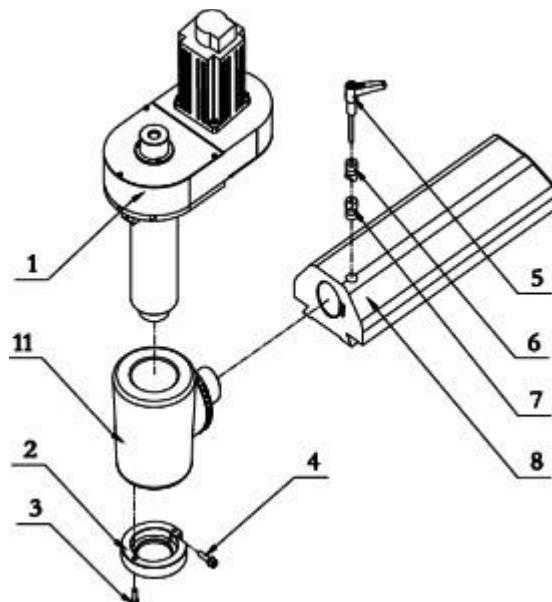

Рис.3
Вставьте в конус шпинделя оправку для горизонтального фрезерования (9) со смонтированными на ней предварительно дисковой фрезой и дистанционными втулками. Придерживайте оправку рукой от провисания. Вставьте в ласточкин хвост консоли (8) серьгу (10) и оденьте на свободный конец оправки (9). Задейте серьгу (10) на консоли. Для удобства работы можно демонтировать держатель фрезерной головы (11, Рис.3)